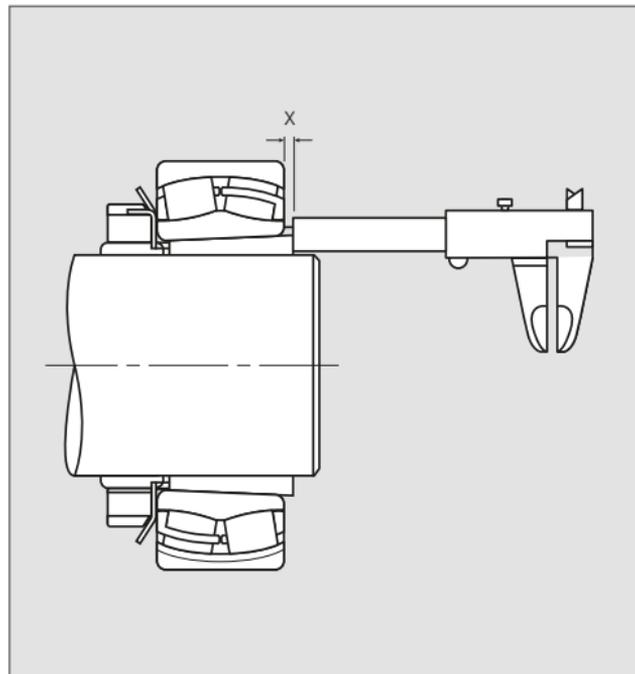

Fig. 3
5. Misurare il valore "X" come mostrato in Fig. 3.